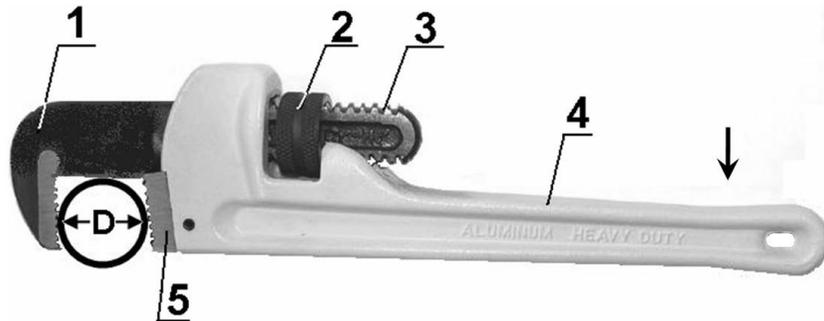

Рис. 1
2. Вращая гайку (2), установите расстояние между губками ключа в соответствии с диаметром используемой трубы.
3. Установите ключ на трубу. Направление вращения ключа на закручивание (правая резьба) показано стрелкой, Рис. 1.
5. Регулировкой гайки (2) установите надёжный контакт губок ключа с используемой трубой.
6. Не перекашивая ключ, аккуратно поворачивайте его за рукоятку (4) по часовой стрелке до момента надёжного самозахвата, после чего производите вращение трубы по часовой стрелке, Рис. 1
7. Для освобождения ключа или для перехвата трубы необходимо рукоятку (4) повернуть в противоположном направлении. Установите ключ на трубе в удобном положении, повторите пункт 6.
8. Для вращения трубы против часовой стрелки необходимо переустановить ключ в зеркальном положении, Рис. 1.